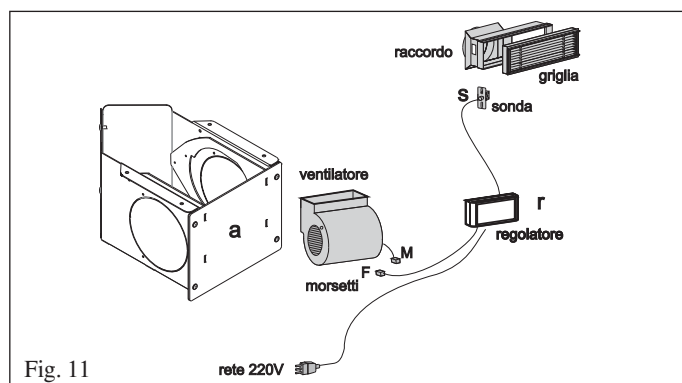
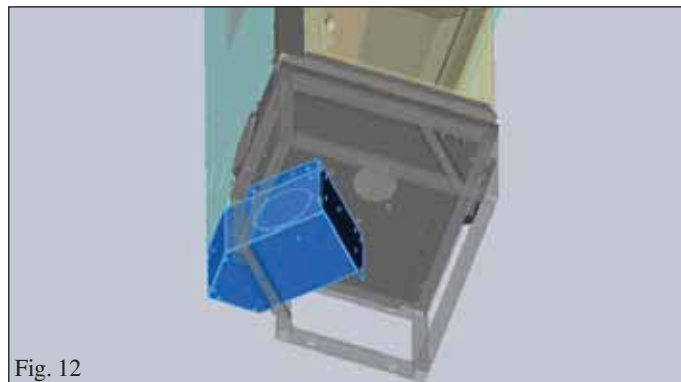

Fig. 11
Fig. 12
- La scatola aria deve essere posizionata sotto la base del caminetto in prossimità dell'angolo cieco dello stesso, fissata mediante 4 viti in dotazione (fig. 12).
- Togliere il frontalino rimuovendo le 4 viti (a - fig. 11)
- Collegare i due connettori M e F (fig. 11) facendo passare il cavo dall'apertura destra o sinistra sul fianco della scatola aria.
- Dal regolatore (r - fig. 11) stendere il cavo di alimentazione fino alla presa di corrente
- Il cavo con la sonda (s - fig. 11) va invece portato fino ad una delle bocchette (b - fig. 12) di uscita dell'aria calda normalmente poste sulla controcapa.